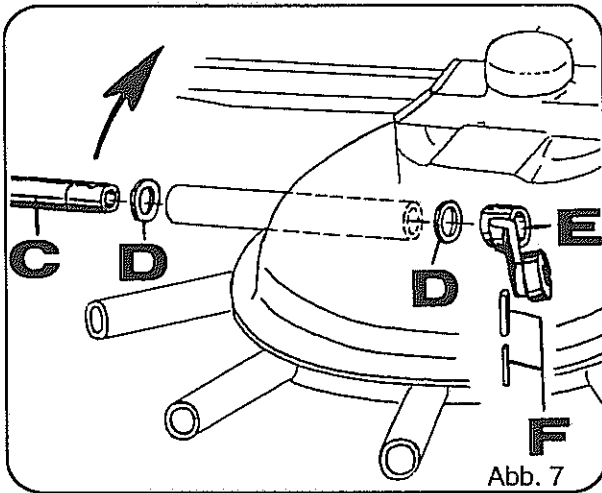
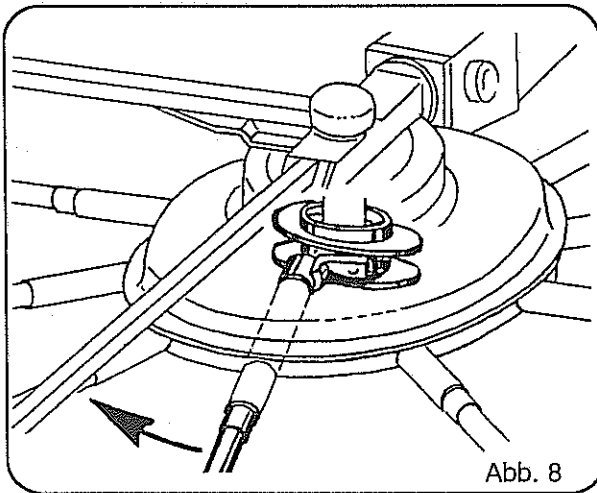

Abb. 7
Abb. 8
- Stützscheibe 45/56x3 (Abb. 7, Pos. D) über das Rohr des Zinkenarmes schieben.
- Zinkenarm (Abb. 7, Pos. C) in eine der Einstecköffnungen schieben (noch nicht bis zum Anschlag).
- Führungshebel (Abb. 7, Pos. E) so einsetzen, daß die Laufrolle in die Kurvenbahn läuft (Abb. 7 und Abb. 8). Auf gleiche Drehrichtung der Kreisel achten.
- Spannstifte (Abb. 7, Pos. F) einschlagen.